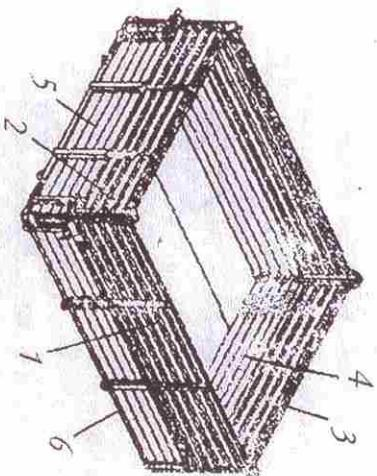

Рисунок 14 – Платформа
3.4.1. Платформа (рис. 14) полуприцепа металлическая прямоугольной формы с откидными боковыми 6 и задним 4, основными бортами.